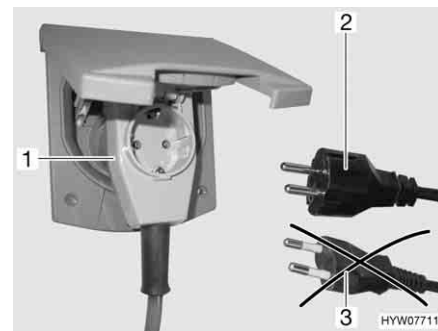

Bild 114 Anslutning till en vinkelkontakt med uttag
- ▶ Vid användning av en CEE 17-vinkelkontakt med uttag på baksidan (Bild 114,1) får endast en gummerad och förseglad IP 44-stickkontakt med skyddskontakt (Bild 114,2) användas. Använd inga stickkontakter utan skyddskontakt (Bild 114,3). Risk för strömstötar!